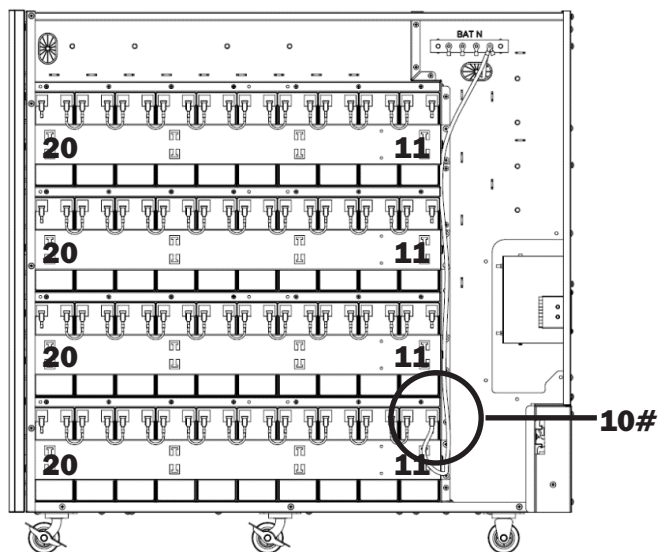

Figura 5-15B
20. Conecte la batería 11+ del grupo 1 a la barra colectora de la batería N (BAT N) (Figura 5-15B).